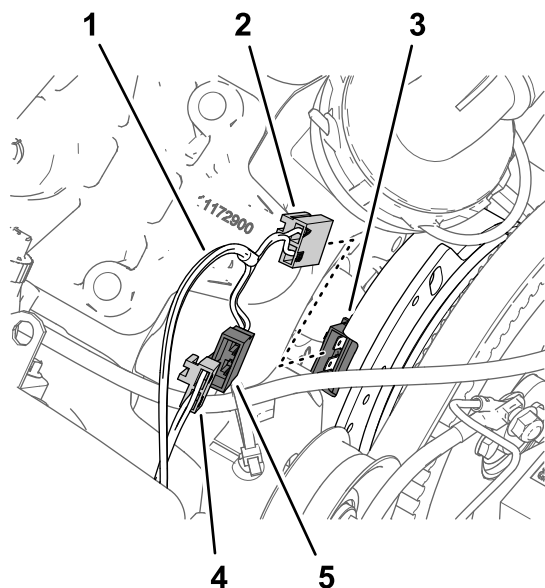

Figura 167
2. Collegate il connettore a 2 pin della diramazione del cablaggio preassemblato del kit - 84 cm indicato come FRIZIONE DELLA POMPA al connettore a 2 prese del cablaggio preassemblato della macchina indicato come BOBINA DELLA POMPA DI IRRORAZIONE (Figura 167).
3. Collegate il connettore a 2 prese del cablaggio preassemblato del kit indicato come FRIZIONE DELLA POMPA al connettore a 2 pin dell'alternatore (Figura 167).